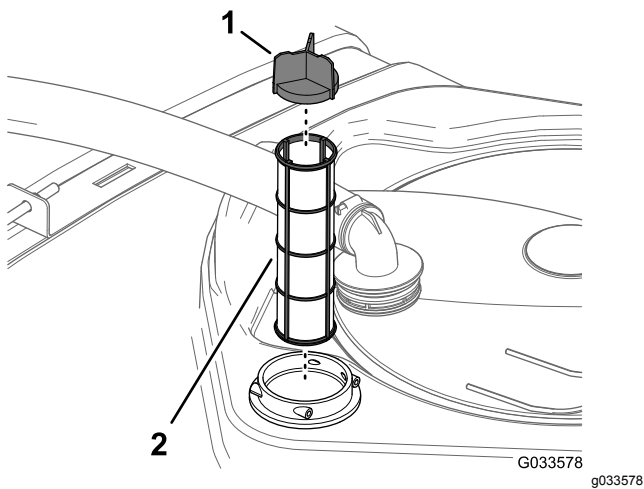

Figura 14
4. Retire el filtro de aspiración del alojamiento del filtro del depósito (Figura 14).